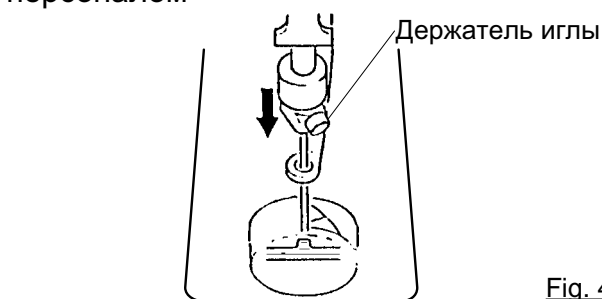

Fig. 4
4. Опустите держатель иглы, прижимая вниз пальцами, как на Рис. 4.